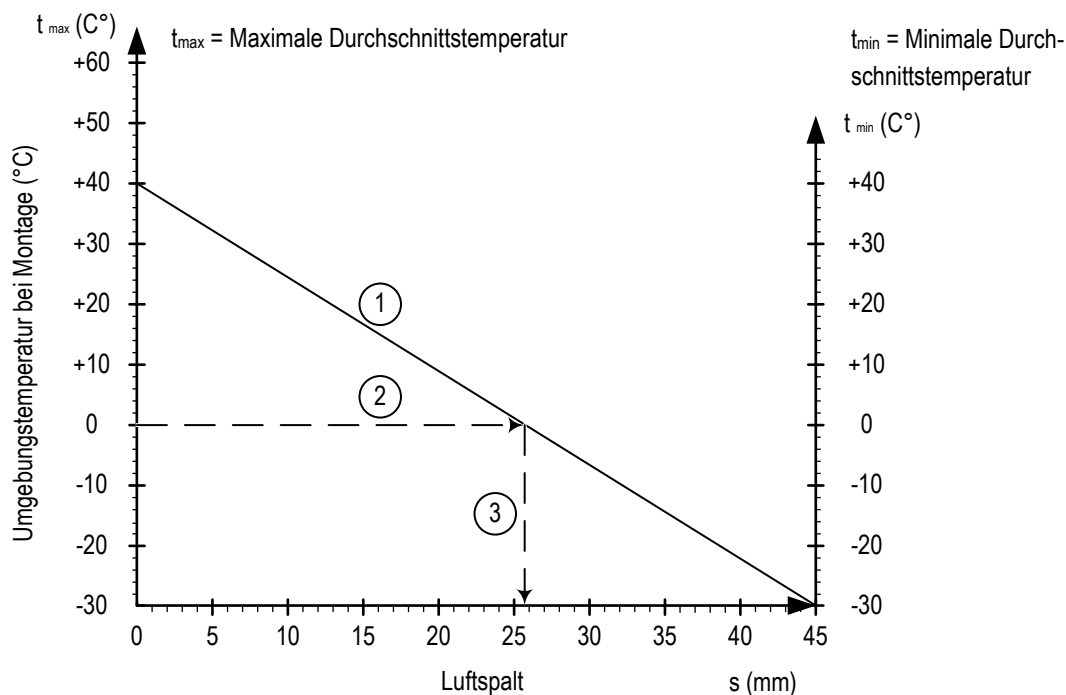

Abb. 19: Ermittlung des Luftspaltes am Dehnelement
- Das Dehnelement (1) mit zwei Befestigungsschrauben (2) an der Haltekonstruktion montieren.
- Den Luftspalt „s“ aus der Tabelle in Abb. 19 ermitteln und einstellen.